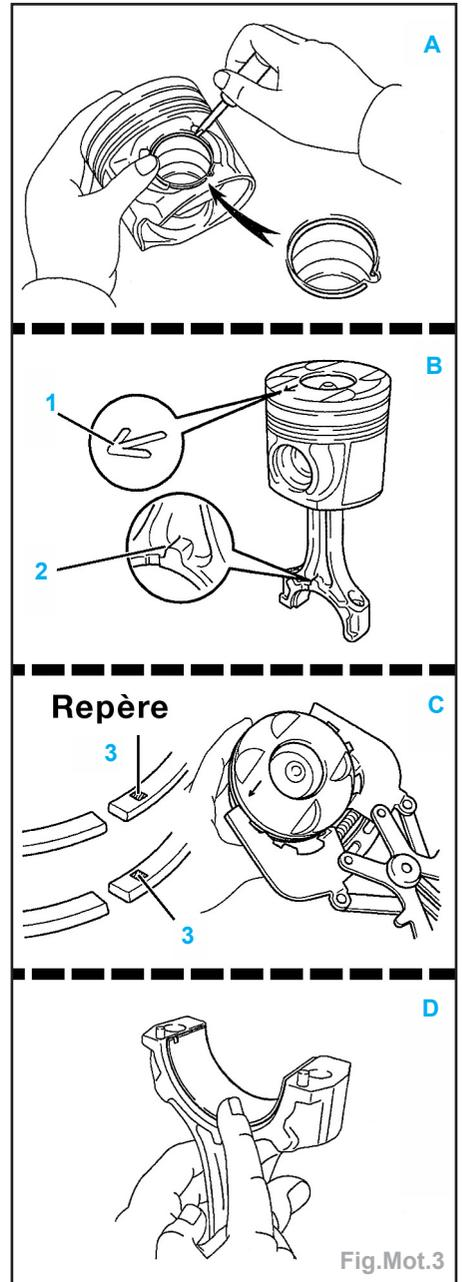

Fig.Mot.3
- mettre en place les ensembles bielle-piston convenablement huilés dans le bloc-cylindres (la flèche du piston dirigé vers la distribution) (Fig.Mot.3),
- (A) : Mise en place du circlips.